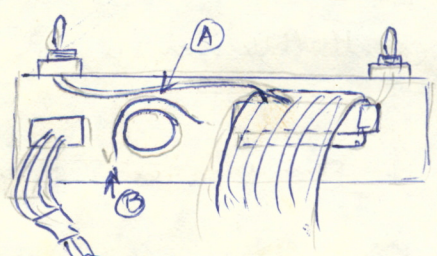

Fig 5
Commutateur vue de dessous DRIVE (C) - (D) - / Fig 5 - Vue arrière sous capot - (A) ruban conducteur